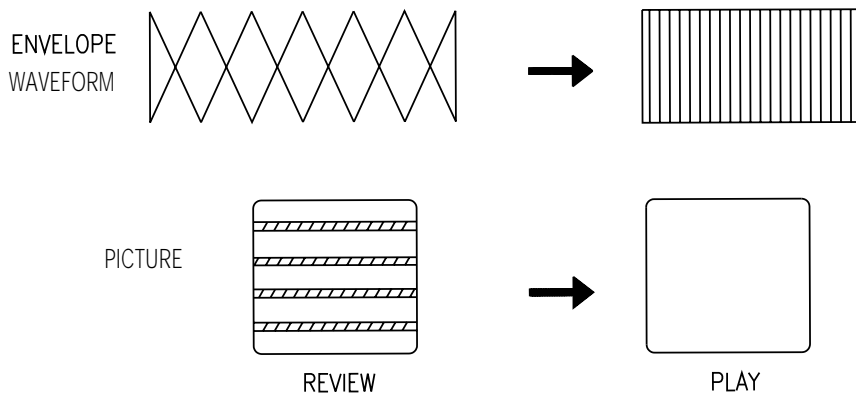

Fig. 5-10 CHECK OF TRANSITIONAL OPERATION (FROM REVIEW WAVEFORM TO PLAY WAVEFORM)
I. REVIEW \leftrightarrow PLAY (See Fig. 5-10)